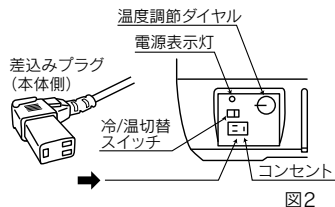

図2
- 1.電源コードの差し込みプラグ(本体側)を冷/温蔵庫のコンセントに差し込んでください。(図2)